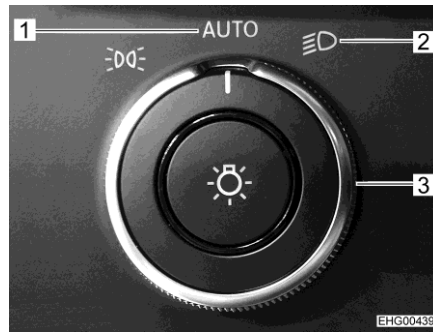

Fig. 14 Interruttore luci
- Portare l'interruttore rotante delle luci Mercedes (Fig. 14,3) in posizione "AUTO" (Fig. 14,1) oppure in posizione anabbaglianti (Fig. 14,2).